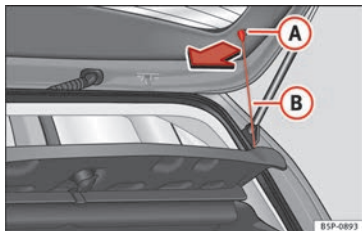

Abb. 103 Hutablage
- Hängen Sie die Streben »» Abb. 103 (B) aus den Aufnahmen (A) aus.